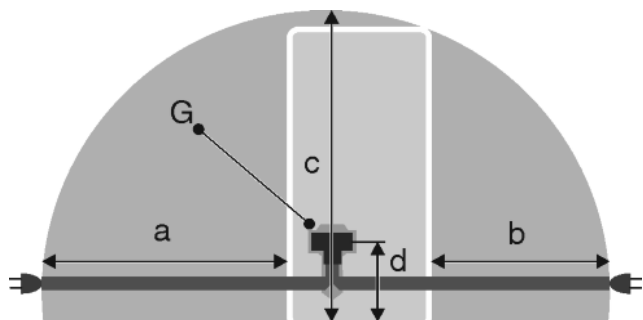

Fig. 21
- Gniazdo znajduje się poza tylną częścią urządzenia w podanym obszarze *Fig. 21 (a, b, c)*.
- ▶ Wtyczkę urządzenia *Fig. 21 (G)* podłączyć z tyłu urządzenia. Zwrócić uwagę na prawidłowe zażebienie.